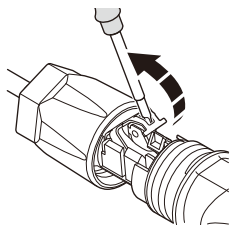

Figure 4.7
Étape 2. Ouvrez le ressort à l'aide d'un tournevis comme ci-dessous. (voir Figure 4.7)